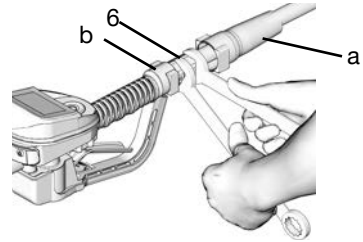

图 7
2. 将旋转套 (a) 在软管上向后滑动, 小头先进入旋转接头 (6) (图 7)。
3. 在软管接头的外螺纹上涂一层螺纹密封剂。将软管接头 (b) 拧入计量分配阀旋转接头 (6)。用两个扳手拧紧 (图 7)。